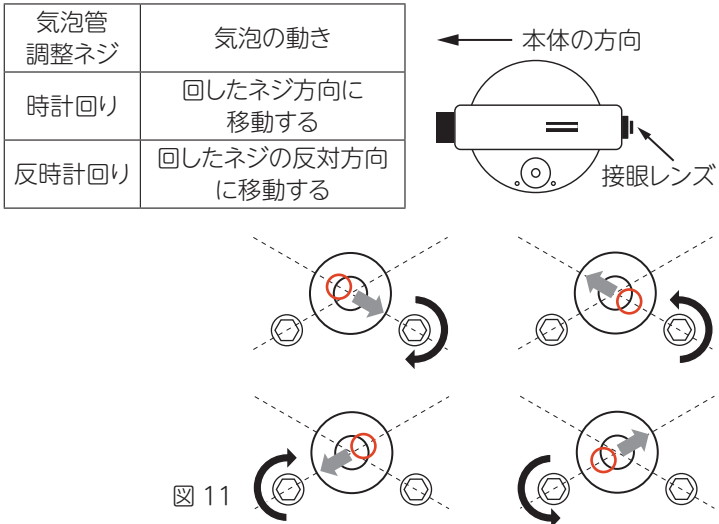

図 11
- * 六角レンチを使った円形気泡管調整ネジの調整における気泡の動きは下図のようになります。(図 11)